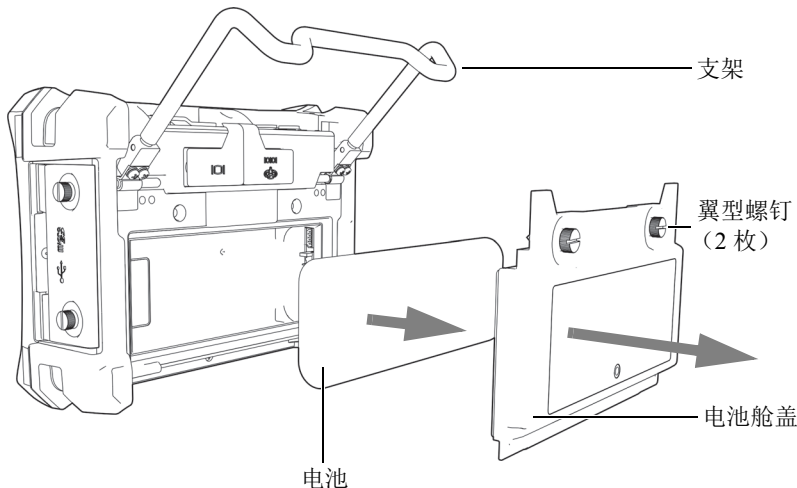

图 2-10 取出锂离子电池
1. 打开 BondMaster 600 仪器的支架（参见第 32 页的图 2-10）。